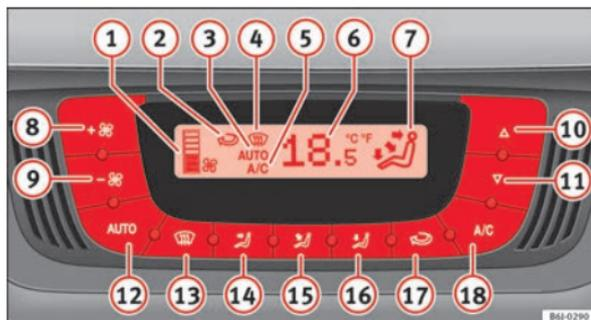

Fig. 95 Mandos del Climatronic en el tablero de instrumentos
- Pulse las teclas ⑩ y ⑪ ⇒ fig. 95 para ajustar la temperatura.
- ① Indicador del nivel del ventilador.
- ② Indicador de la función de recirculación de aire
- ③ Indicador **AUTO** (Funcionamiento automático)
- ④ Indicador de desempañado
- ⑤ Indicador AC (Refrigeración conectada)
- ⑥ Indicador de la temperatura interior seleccionada
- ⑦ Indicador de la dirección del caudal de aire
- ⑧ Aumento de la velocidad del ventilador
- ⑨ Disminución de la velocidad del ventilador
- Pulse la tecla **AUTO**. Se visualiza la indicación ⇒ fig. 95 **3**.
- Pulse las teclas **10** y **11** ⇒ fig. 95 para ajustar la temperatura deseada en el habitáculo. Se recomienda ajustar una temperatura de 22 °C (72 °F).
- Pulse una de las teclas ⇒ fig. 95 **14** a **16** o presione el regulador del ventilador **8** y **9**. Se apaga la indicación **3**.
El ventilador puede ajustarse por medio de las teclas **8** y **9** ⇒ fig. 95. Si el ventilador está apagado (en la pantalla no se indica ningún nivel **1**) y si transcurrido 1 segundo se vuelve a pulsar la tecla **9**, se apaga el Climatronic.
- Pulse la tecla  para conectar o desconectar la recirculación de aire. Está conectada si aparece el símbolo  ⇒ fig. 95 en la pantalla.